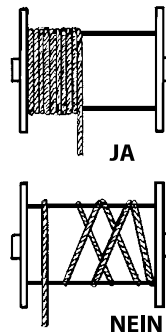

Fig. 3
- Fig. 3
6. In jeden Behälter 585 kg Ballast einfüllen (insgesamt 1170 kg). Die Behälter mit dem Deckel und Vorhängeschloss schließen (siehe Abb.3). Es ist strengstens verboten, die Ballastbehälter mit flüssigem Material zu füllen.
7. Während des Gebrauchs ist durchgehend zu überprüfen, dass das Seil regulär auf der Trommel aufgewickelt wird, (fig.3).